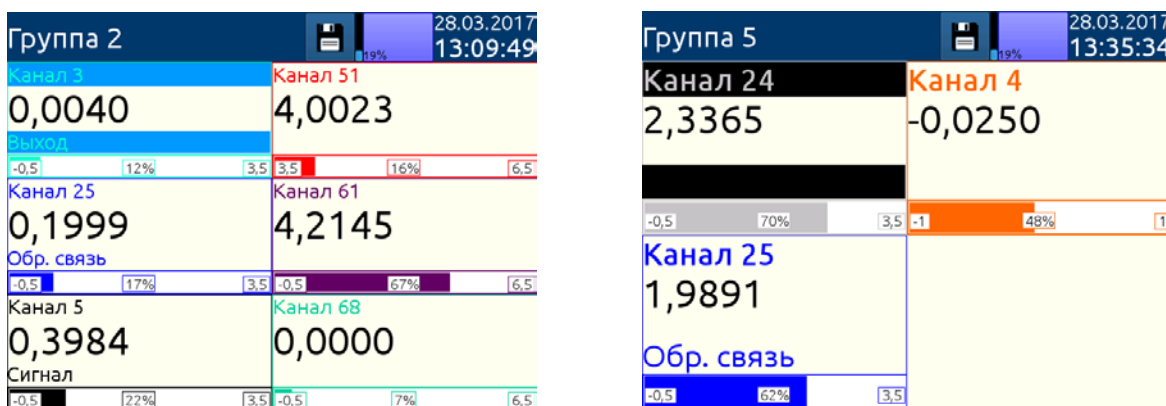

Рисунок 2.10
- в виде числовых значений (см. рисунок 2.10);